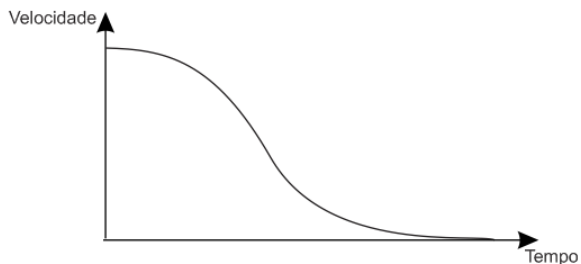

Fig. 5-5 Rampa de desaceleração
2. Rampa de desaceleração para $F2 > 0$. A Fig. 5-5 mostra a curva típica de velocidade do motor em rampa de desaceleração. Neste método de desaceleração a soft starter decreta a tensão do motor de modo a proporcionar uma desaceleração suave sem choques mecânicos.